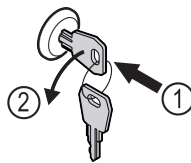

Fig. 181
- ▶ Klíč zasuňte dovnitř. Fig. 181 (1)
- ▶ Otáčejte klíčem o 90° proti směru hodinových ručiček. Fig. 181 (2)